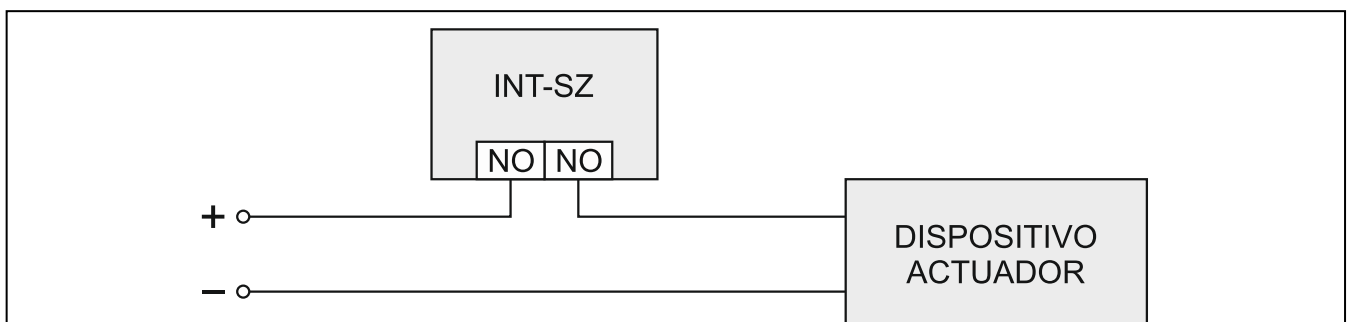

Fig. 1. Demostración de cómo conectar los conductos con los contactos NO del teclado.
8. Si el teclado a código debe controlar la cerradura eléctrica, el cierre electromagnético u otro dispositivo actuador de puertas, es necesario conectar los conductos convenientes con los contactos NO (ver: fig. 1). No se recomienda que el dispositivo actuador se alimente de la misma fuente de alimentación que el teclado a código.